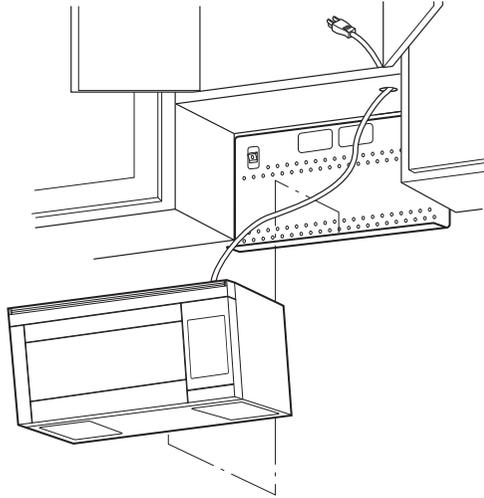

Figure 20
- Accrochez le four sur le bord inférieur de la plaque de montage. Faites pivoter l'unité vers le haut. Voir Figure 20. Assurez-vous que le cordon d'alimentation est capable de dégager le bord du trou lorsque le four est tourné vers le haut. (Dans le cas d'un fond non encastré dans l'armoire supérieure, le trou pour le cordon devra peut-être être agrandi.)